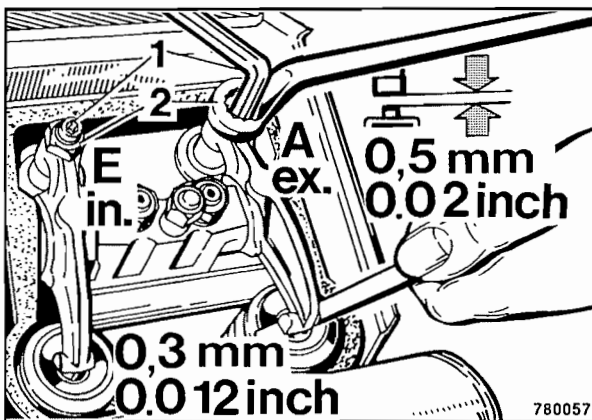

Fig. 83
- Soltar la contratuerca 2 (Fig. 83) y ajustar el tornillo de regulación (1) de forma que la galga de espesores se puede insertar y extraer con poca resistencia con la contratuerca apretada.